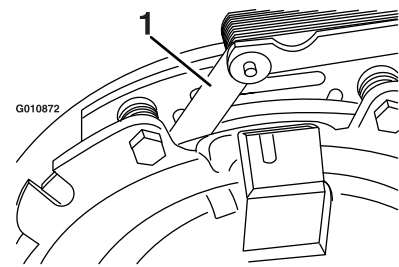
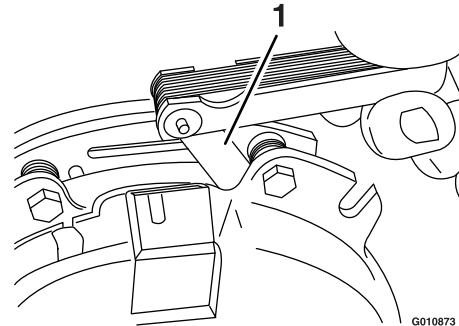

図 60
図 61
- E. 厚さ 0.25 mm のすき間ゲージで、図 60 と図 61 に示すようにブレーキポールの両側でロータとアーマチャ面との間に隙間があることを確認する。